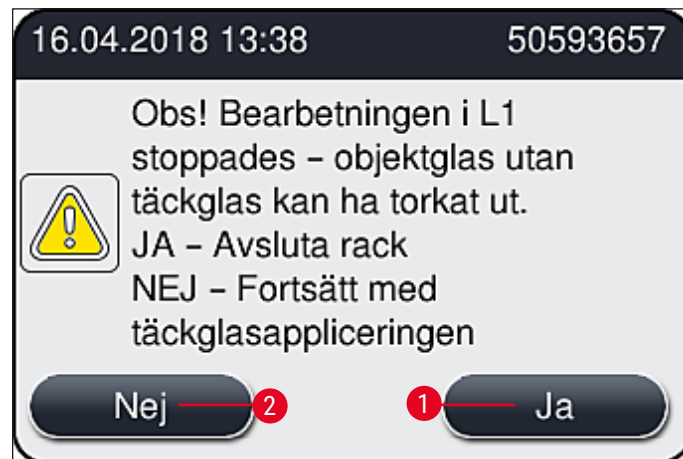

Bild 113
9. Instrumentets programvara gör en skanning av fyllnadsnivån. När kontrollen är klar får användaren ett informationsmeddelande (→ Bild 113).